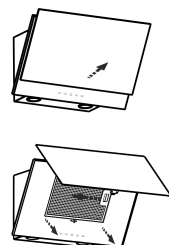

рис. 4
8.3 Для очистки алюминиевого фильтра извлеките его из вытяжки (рис.4, 4А). Произведите очистку фильтра с помощью щетки горячим водным раствором нейтрального моющего средства вручную или в посудомоечной машине (при 60°C). Сильно загрязненный фильтр не следует мыть в посудомоечной машине вместе с посудой. Старайтесь не гнуть фильтр при мойке. Возможное изменение цвета фильтра, с течением времени, не приводит к снижению эффективности его действия.
6.1.1 Перед установкой вытяжки снимите алюминиевый фильтр (рис. 4).
- потяните за нижний край откидной панели, как показано на рис.4 и откройте ее ;